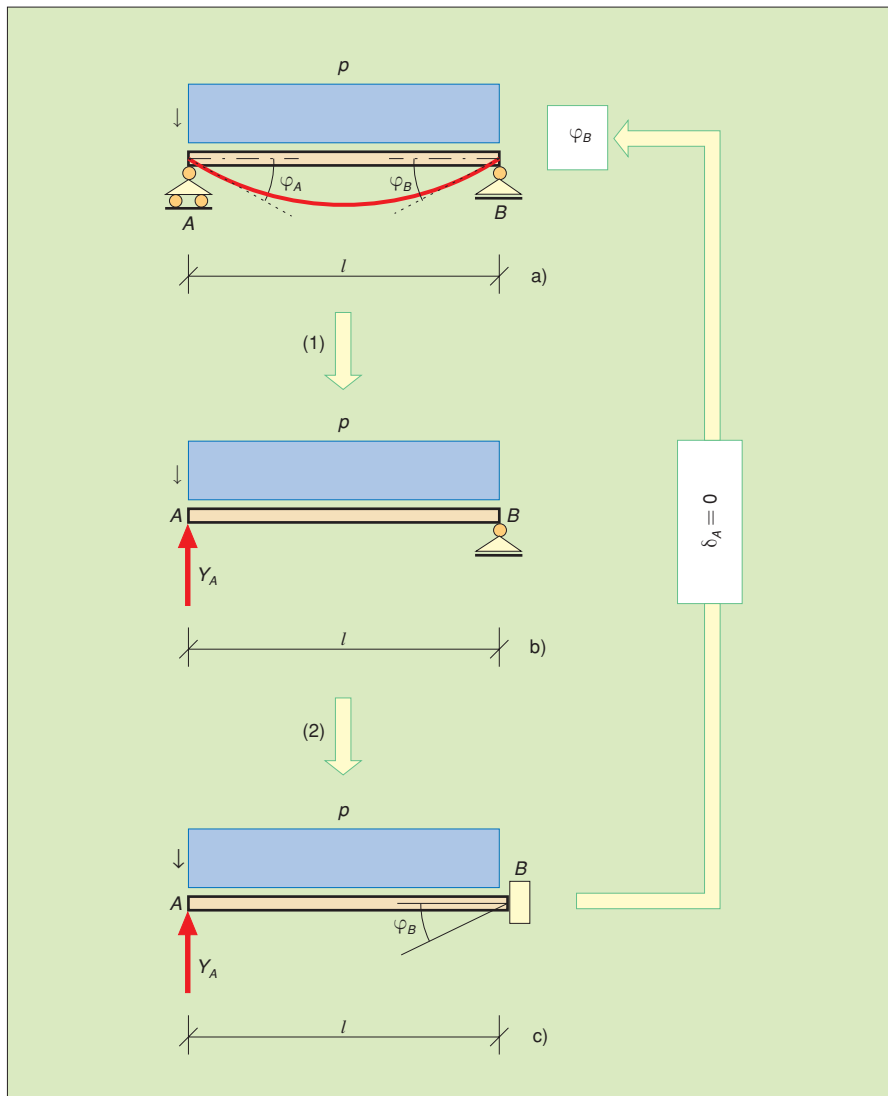

FIGURA 1 Trave appoggiata: rotazioni degli appoggi.
• Rotazioni sugli appoggi (► FIGURA 1)